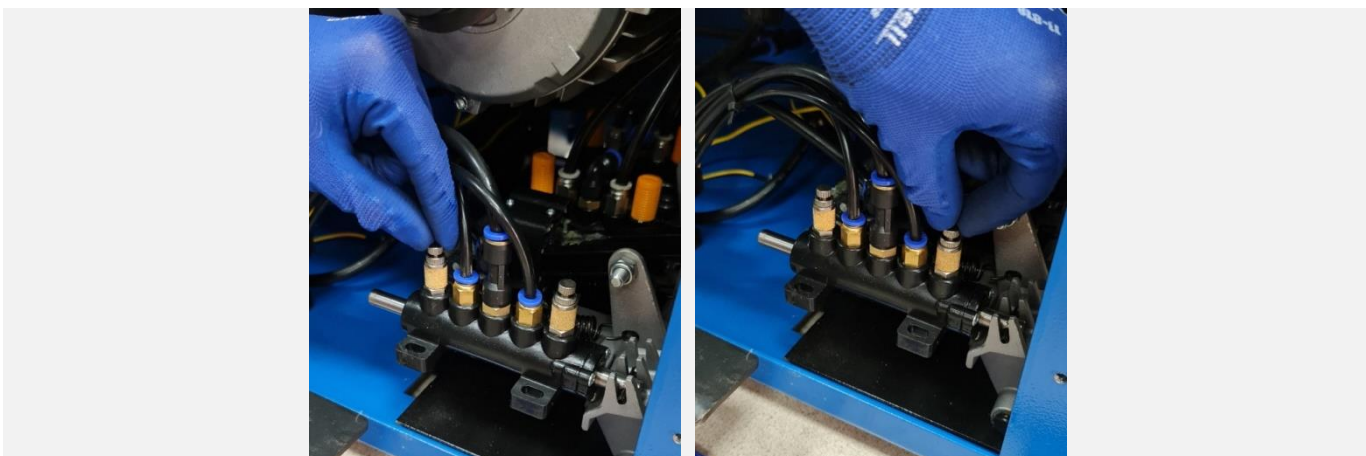

Рисунок 74
11.7.2 Поворачивая пневдоросель с глушителем, расположенный на пневматическом распределителе, управляющим движением монтажной колонны (см. Рисунок 74), установить требуемую скорость (плавность) откидывания и возврата в рабочее положение монтажной колонны.